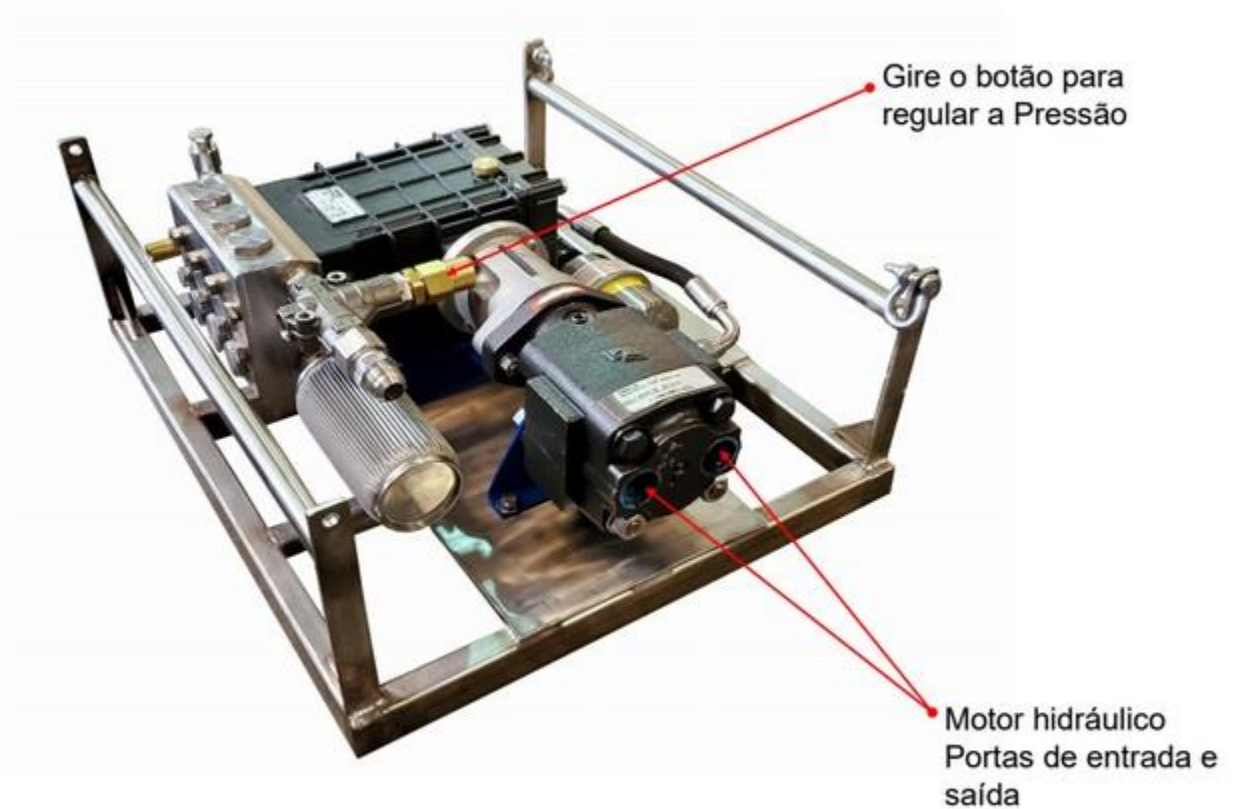

Figura 5.1 - Conexões Hidráulicas
- Prenda o medidor de calibração entre a linha da mangueira principal e a lança e aperte as conexões JIC. (Veja a figura 5.1)
- Gire o botão na parte superior da válvula reguladora de pressão (consulte a figura 5.1) até que a pressão leia 3.000 psi (207 bar) no medidor de calibração. Girando o botão no sentido horário aumentará a pressão e girá-lo no sentido anti-horário diminuirá a pressão.